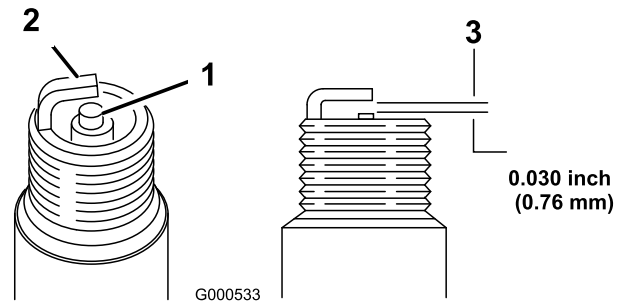

Figura 33
1. Mire la parte central de la bujía (Figura 33). Si se observa un color gris o marrón claro en el aislante, el motor está funcionando correctamente. Si el aislante aparece de color negro, significa que el limpiador de aire está sucio.
2. Compruebe la separación entre los electrodos central y lateral (Figura 33). Si la distancia no es correcta, doble el electrodo lateral (Figura 33).